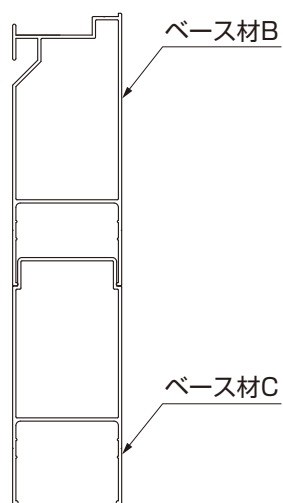

図2-4
- ベース材には種類があります。（図2-3、図2-4、図2-5参照）